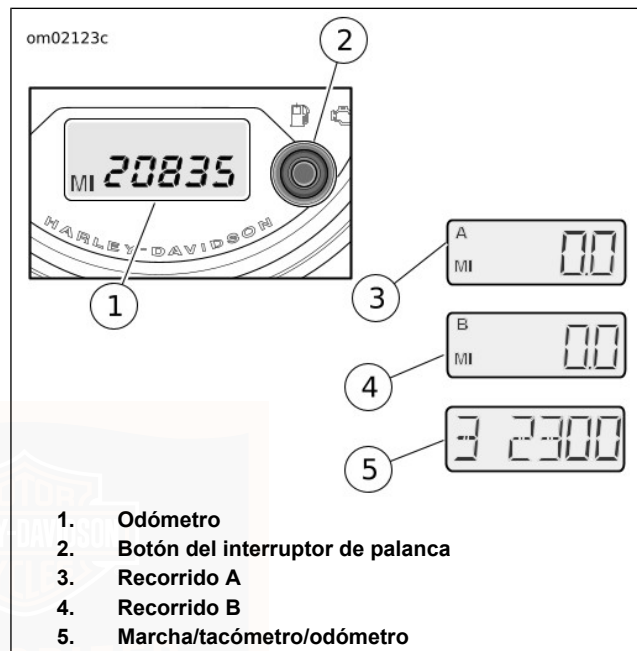

Figura 19. Marcha/tacómetro/Odómetro
Vea Figura 19. Con el interruptor en encendido, presiona y suelta el botón del interruptor de palanca para alternar entre las pantallas del odómetro a la pantalla de
Vea Figura 19. Con el interruptor en encendido, presiona y suelta el botón del interruptor de palanca (2) para alternar entre el odómetro (1), el odómetro de recorrido A (3) y el odómetro de recorrido B (4).